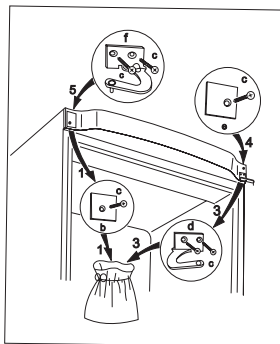

Fig. 1
- Verwijder het deurbeslag (f) van de linker bovenkant en haal het paneel (c) uit de plastic zak en bevestig dit met de schroeven (c) (Fig. 1).